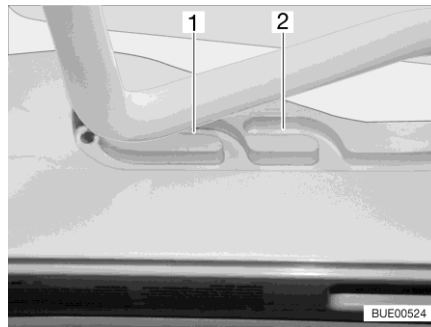
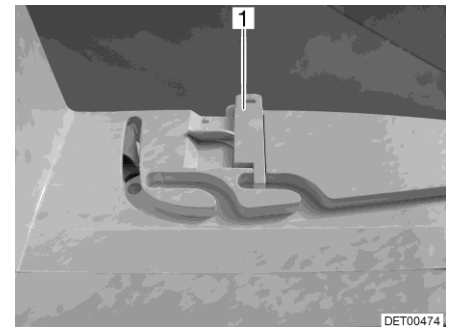

Fig. 113 Guía (posición de ventilación)
Fig. 114 Bloqueo (posición de ventilación)
La claraboya Heki se puede colocar en dos posiciones de ventilación: Posición de mal tiempo (Fig. 113,1) y posición mediana (Fig. 113,2). Según el modelo, la claraboya podrá ser bloqueada en la posición central con los dos pestillos (Fig. 114,1) a la izquierda y la derecha en el marco de la claraboya.
- Presionar el estribo ligeramente hacia arriba y empujarlo en la guía seleccionada (Fig. 113,1 ó 2) y, si fuera necesario, bloquearlo.